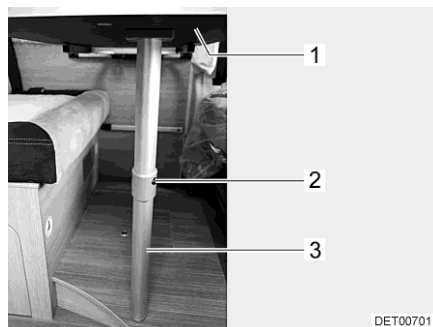

Fig. 71 Sommier de lit
- Soulever légèrement le plateau de table (Fig. 71,1) à l'avant.
- Appuyer sur le bouton de déverrouillage (Fig. 71,2) et rabattre la partie inférieure du pied d'appui à joint (Fig. 71,3) de 90°.